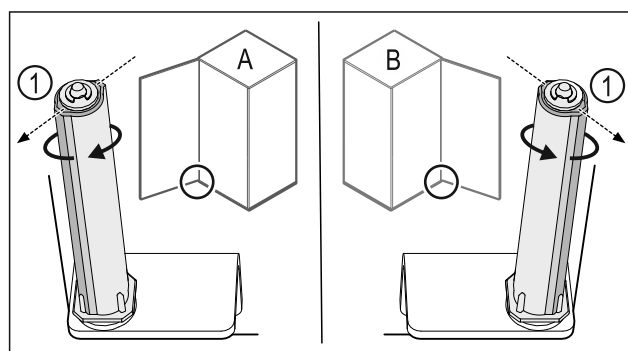

Fig. 29 Feste på venstre side (A) / feste på høyre side (B)
- ▶ Drei lukkesystemet mot motstanden til rillen på lukkesystemet Fig. 29 (1) peker utover.